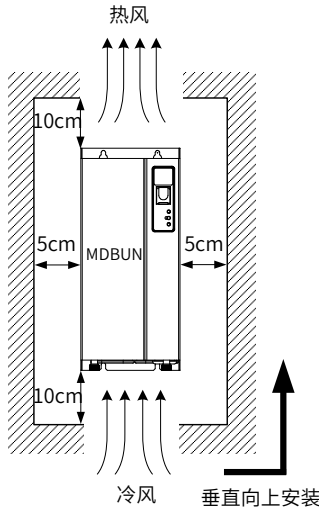

图 2-3 MDBUN 系列制动单元的安装间距
- 4) 请确保制动单元与驱动器或其它电气设备的间距符合图 2-3 的间距要求。